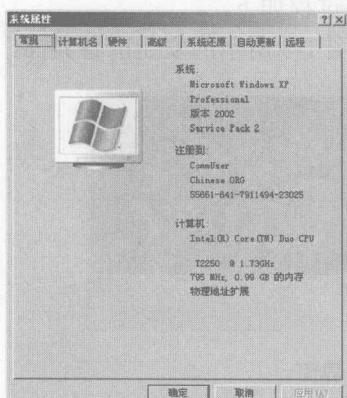

图 1-1 【系统属性】对话框
- (1) 首先在桌面【我的电脑】图标上右击，在弹出的快捷菜单中选择【属性】命令，弹出如图 1-1 所示的【系统属性】对话框。